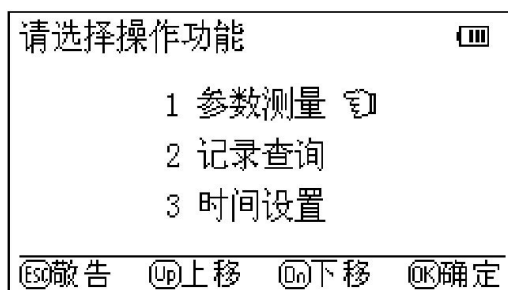

图 2
4.2 此时按 OK 键，出现如图 2 功能选择窗口。可根据屏幕下方的按键功能提示进行操作。在图 1 或图 2 的界面下按 ESC 键，